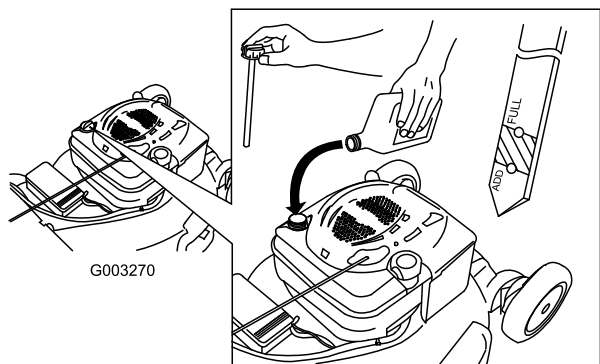

Figura 39
4. Versate **lentamente** l'olio nel tubo di riempimento finché non raggiunge il segno di pieno sull'asta (Figura 39). **Non riempite troppo.** (Riempimento massimo: 0,59 litri, tipo: olio detergente SAE 30 con service classification API SF, SG, SH, SJ, SL o superiore.)